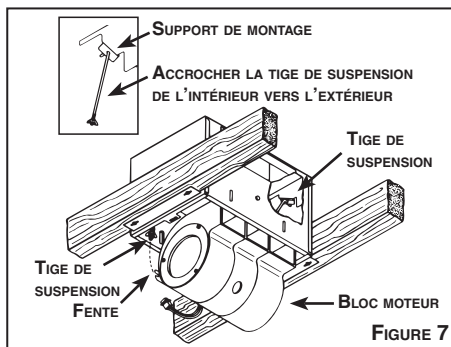

FIGURE 7
1. Voir la Figure 7. Le bloc-moteur s'installe à l'aide de deux tiges de suspension aux supports de montage. Commencez à visser les écrous papillons (fournis) sur les tiges de suspension. Insérer les tiges de suspension par les orifices du support de montage en les accrochant de l'intérieur vers l'extérieur.